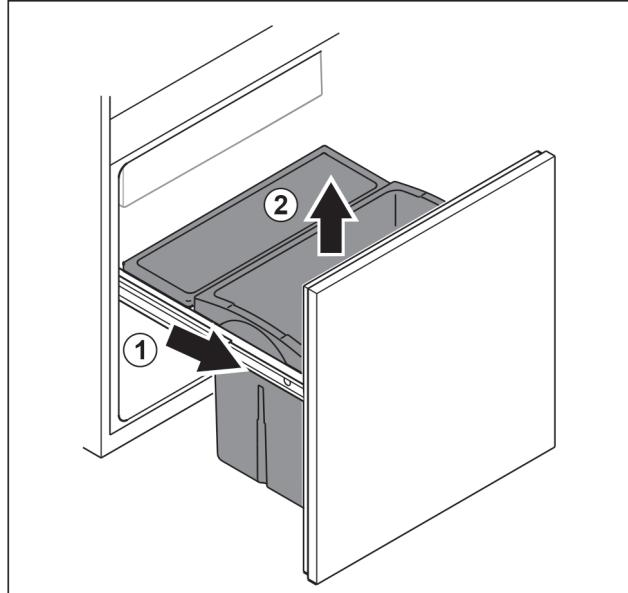

Fig. 37
- Вытяните выдвижную тележку до упора. Fig. 37 (1)
- Извлеките выдвижной ящик движением вверх. Fig. 37 (2)